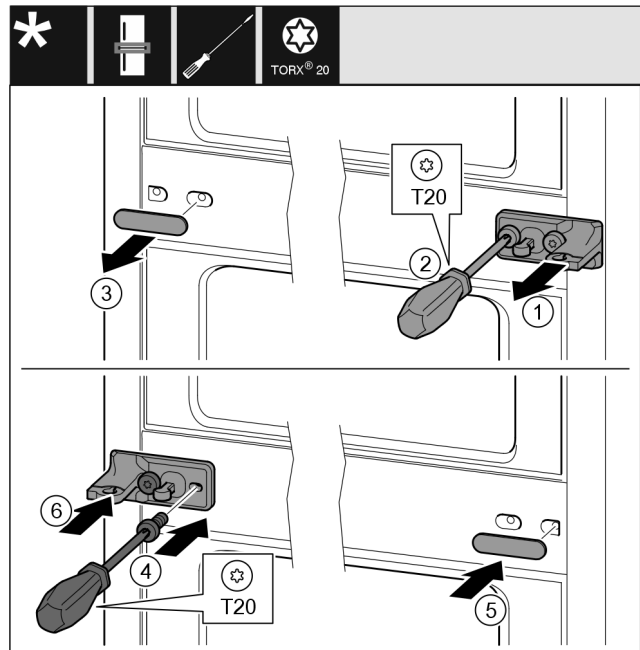

Fig. 11
- ▶ Schijf eraf trekken. Fig. 11 (1)
- ▶ Schroeven met schroevendraaier T20 eruit draaien. Fig. 11 (2)
- ▶ Afdekking voorzichtig eraf trekken. Fig. 11 (3)
- ▶ Lagerbus met folie 180° gedraaid op de andere kant vastschroeven. Fig. 11 (4)
- ▶ Afdekking 180° gedraaid op de andere kant aanbrengen. Fig. 11 (5)
- ▶ Schijf vanaf de voorkant erop schuiven. Fig. 11 (6)